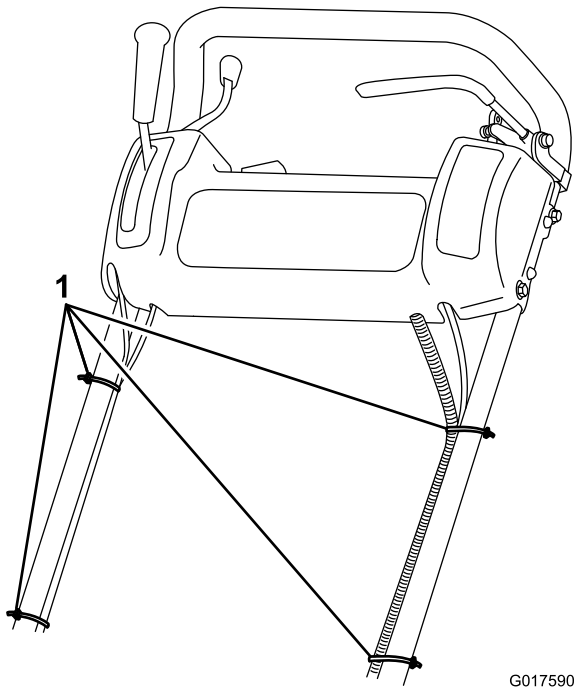

Bild 5
8. Befestigen Sie die Kabel und den Kabelbaum mit Kabelbinden am Griff (Bild 5).